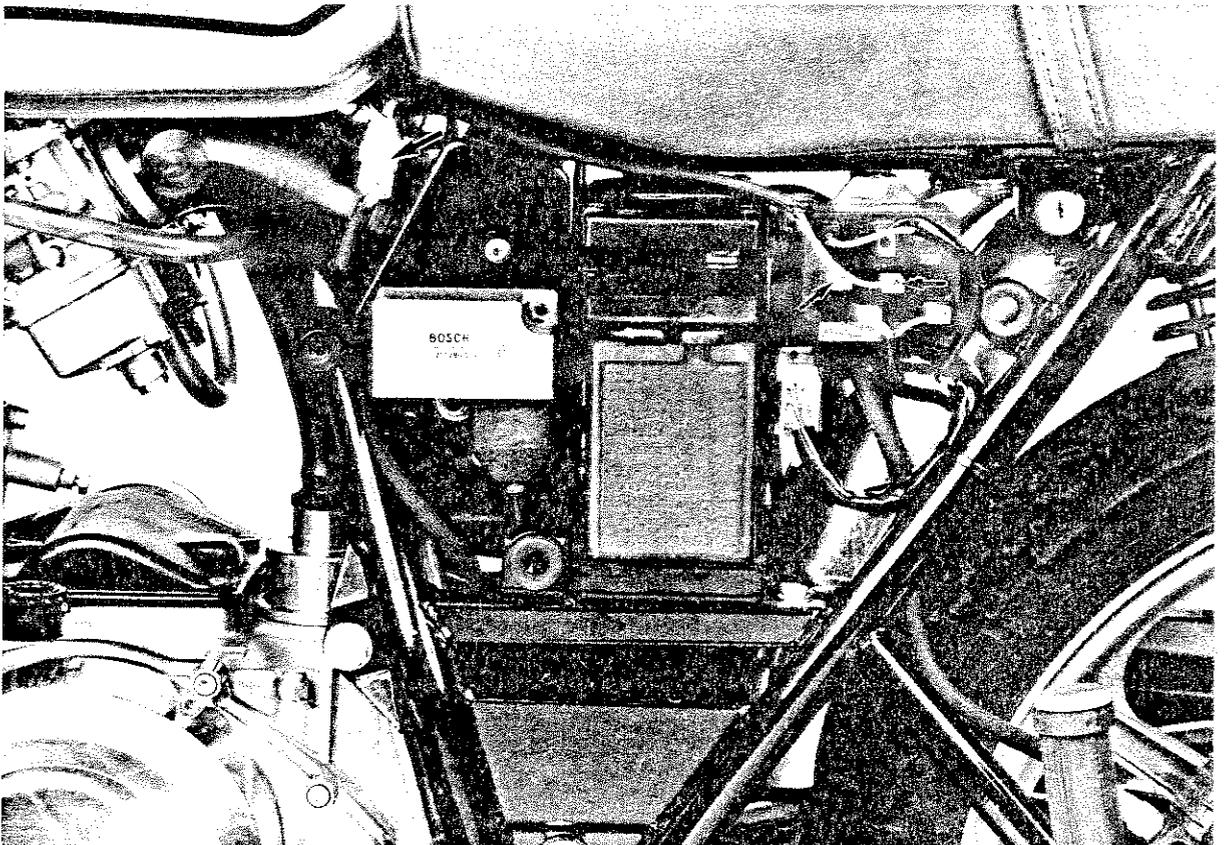

Fig. 2
- 6) Togliendo invece il coperchio sinistro, staccare dal raddrizzatore i due fili giallo e giallo-nero collegati ai terminali contrassegnati con ∞ (i due fili possono venire scambiati indifferente ai terminali) (Fig. 2).
- 6) Remove left side cover and disconnect the yellow and yellow/black wires from the rectifier (these wires are connected to the terminal marked ∞) (Fig. 2).